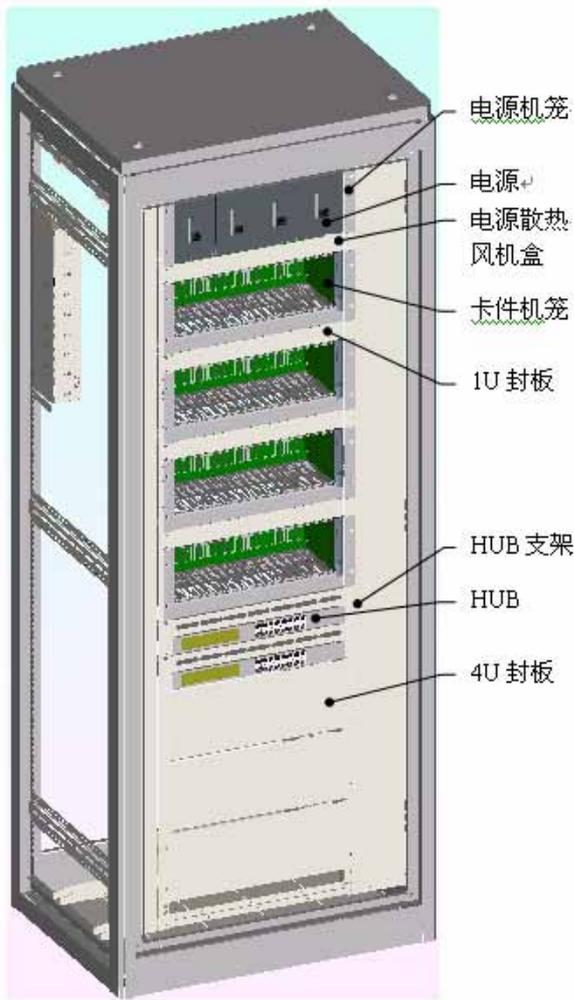
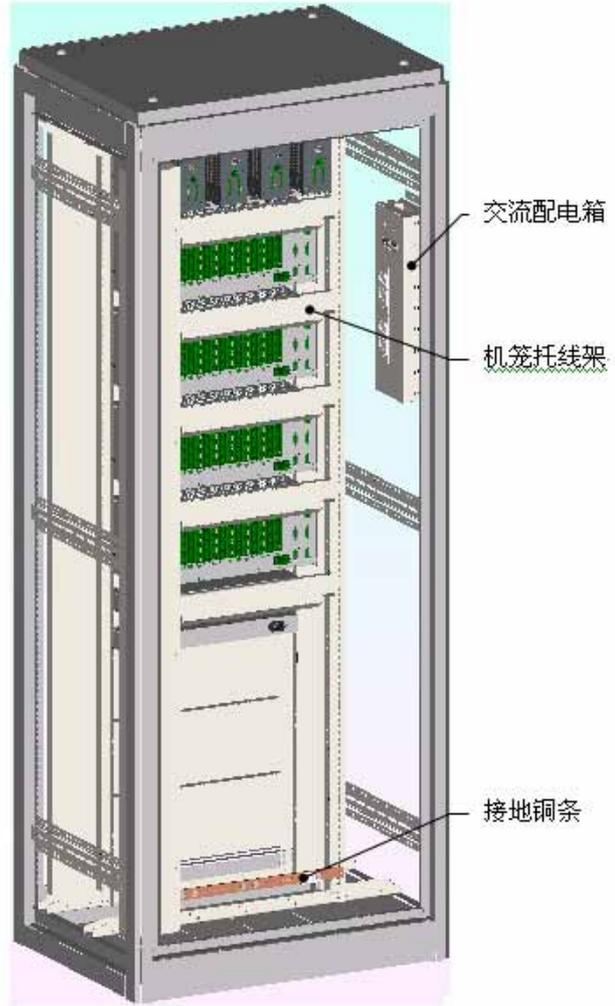
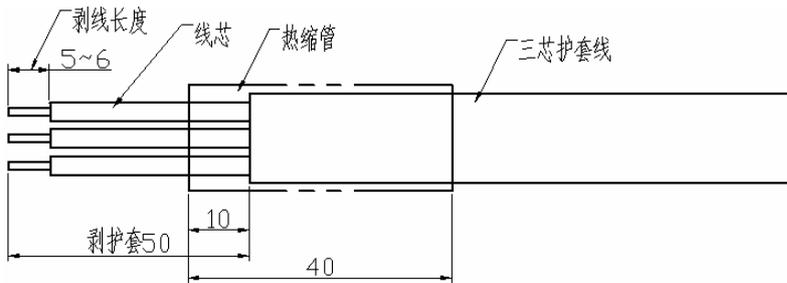

图 2-1 机柜正面部件安装布置图
图 2-2 机柜背面部件安装布置图
图 2-3 护套线剥线尺寸图
- 4) 根据图 2-1、图 2-2、图 2-3，依次把各部件安装到机柜的 19”立柱上；